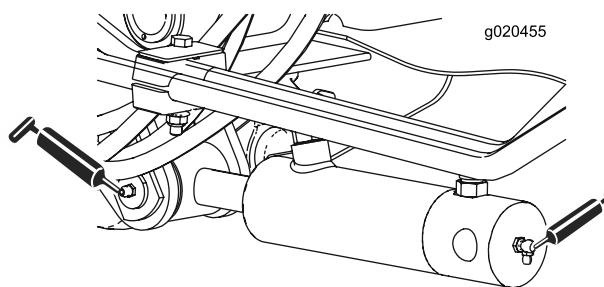

Рисунок 43
- Втулки цилиндров подъемных рычагов (2 шт.с каждой стороны) (Рисунок 43)